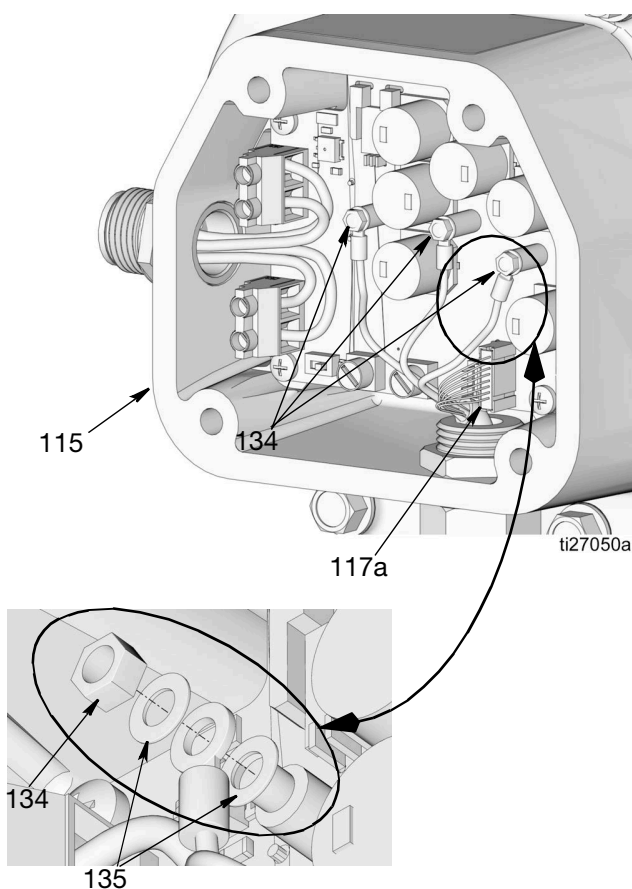

Рис. 66
6. Открутите гайки (134), как показано на Рис. 66. Извлеките шайбы (135) и отсоедините провода электродвигателя от зажимных клемм.